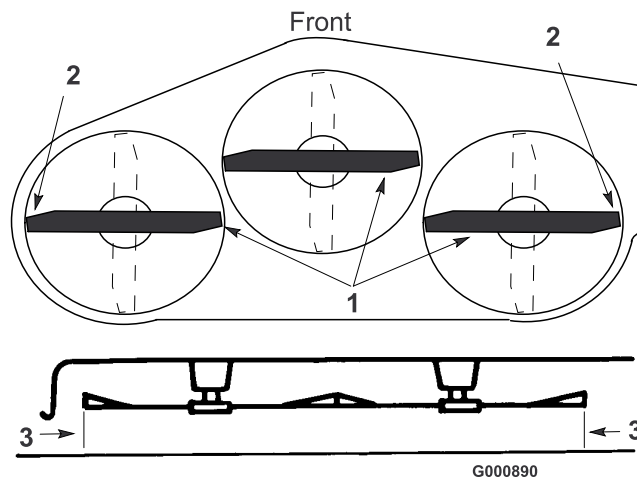

Figure 41
4. Avec précaution, tournez les lames pour qu'elles soient parallèles dans le sens transversal (Figure 41). Mesurez la distance entre les tranchants extérieurs et le sol plat (Figure 41). Si les deux mesures diffèrent de plus de 4,75 mm (3/16 pouce), un réglage s'impose, comme expliqué aux points 5 et 6.